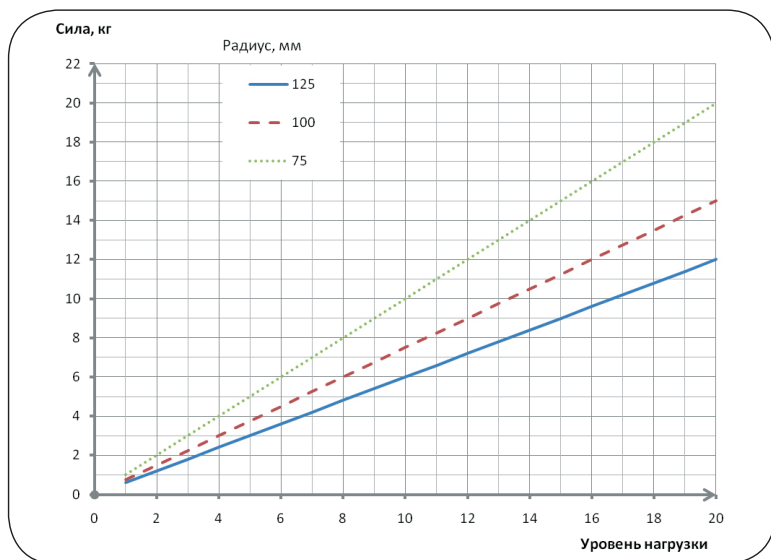

Рисунок 5
6.4.10. Задайте усилие в соответствии с физической формой пользователя. При выборе нагрузки необходимо руководствоваться графиком (рис. 5):